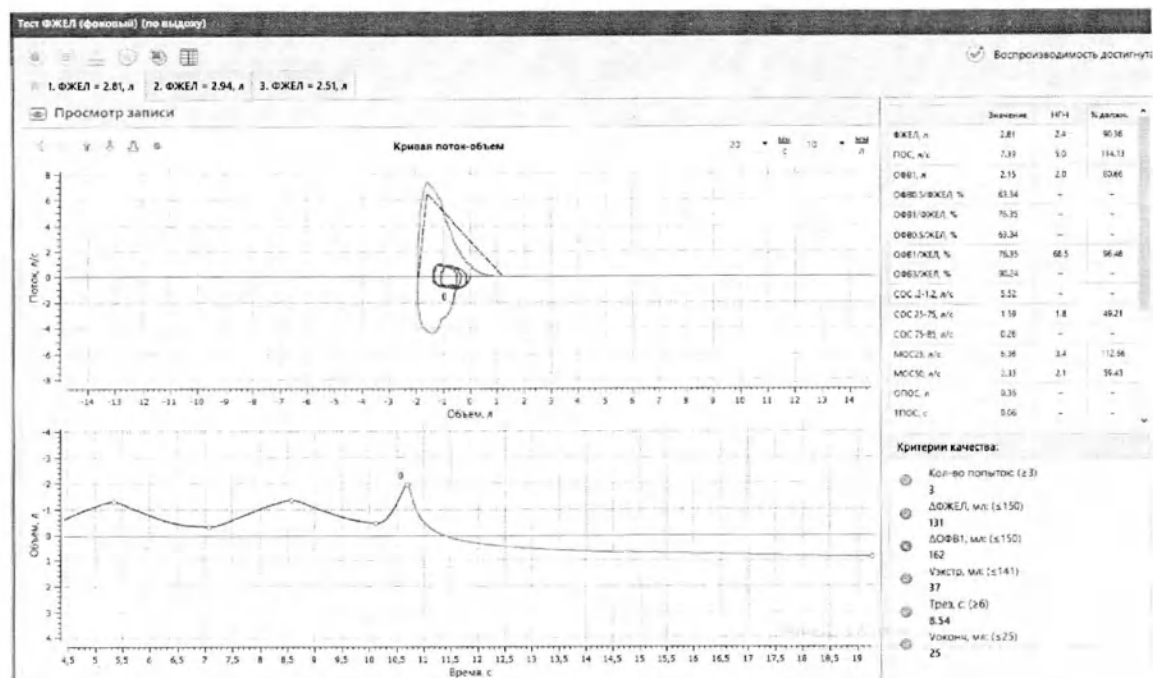

Рис. 19. Окно проведения теста ФЖЕЛ
10. Повторяя пункты 1–9, необходимо выполнить несколько попыток форсированного выдоха, чтобы добиться не менее трех воспроизводимых, технически удовлетворяющих критериям качества (рис. 19) маневров ФЖЕЛ.